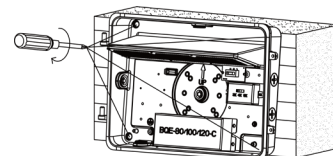

Fig. 2.4
4. Fixer la plaque de montage à l'aide de vis (Fig. 2.4).